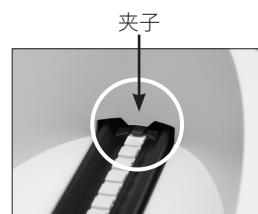

图 16
3. 将 IDEXX VetLab UA 校准条放在检测架上（检测片一面朝上），使试纸条前缘被插槽前端的夹子夹紧（图 16）。固定杆必须处于抬起状态（图 17）。